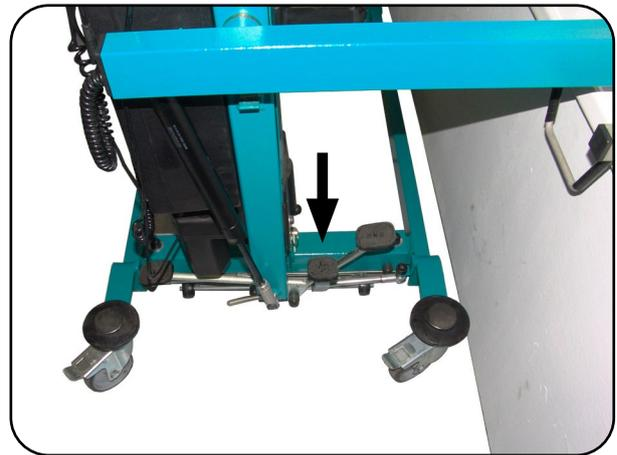

Abb. 8.8.03 - Patientenlifter vorspannen
**Vorspannen des Patientenlifters:** Durch Treten des Vorspannpedals heben Sie den Patientenlifter an (Abb. 8.8.03).